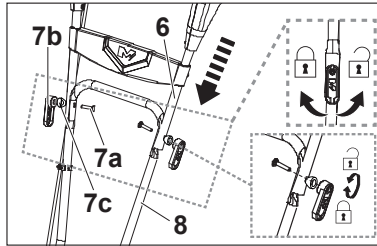

Fig. 2
3. Alinee los orificios del manillar superior (6) con los orificios del manillar central (8) y asegure la conexión con los pernos (7a) y las palancas (7b) y arandelas (7c) (Fig. 2).